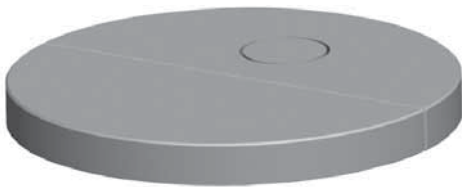

Fig. 8
- Plaats de bodemlaag met de speksteen (onderdeel 3). Begin met de twee achterste stenen met convectiegaten (onderdelen 4 en 5). Zie fig. 8. Breng de stenen zodanig aan dat de verbindingen effen aansluiten op de verbindingen van de bodemplaat, Fig. 8A. Zorg er ook voor dat de randen van de onderste stenen zich in de rondte overal op dezelfde afstand bevinden, Fig. 9B.